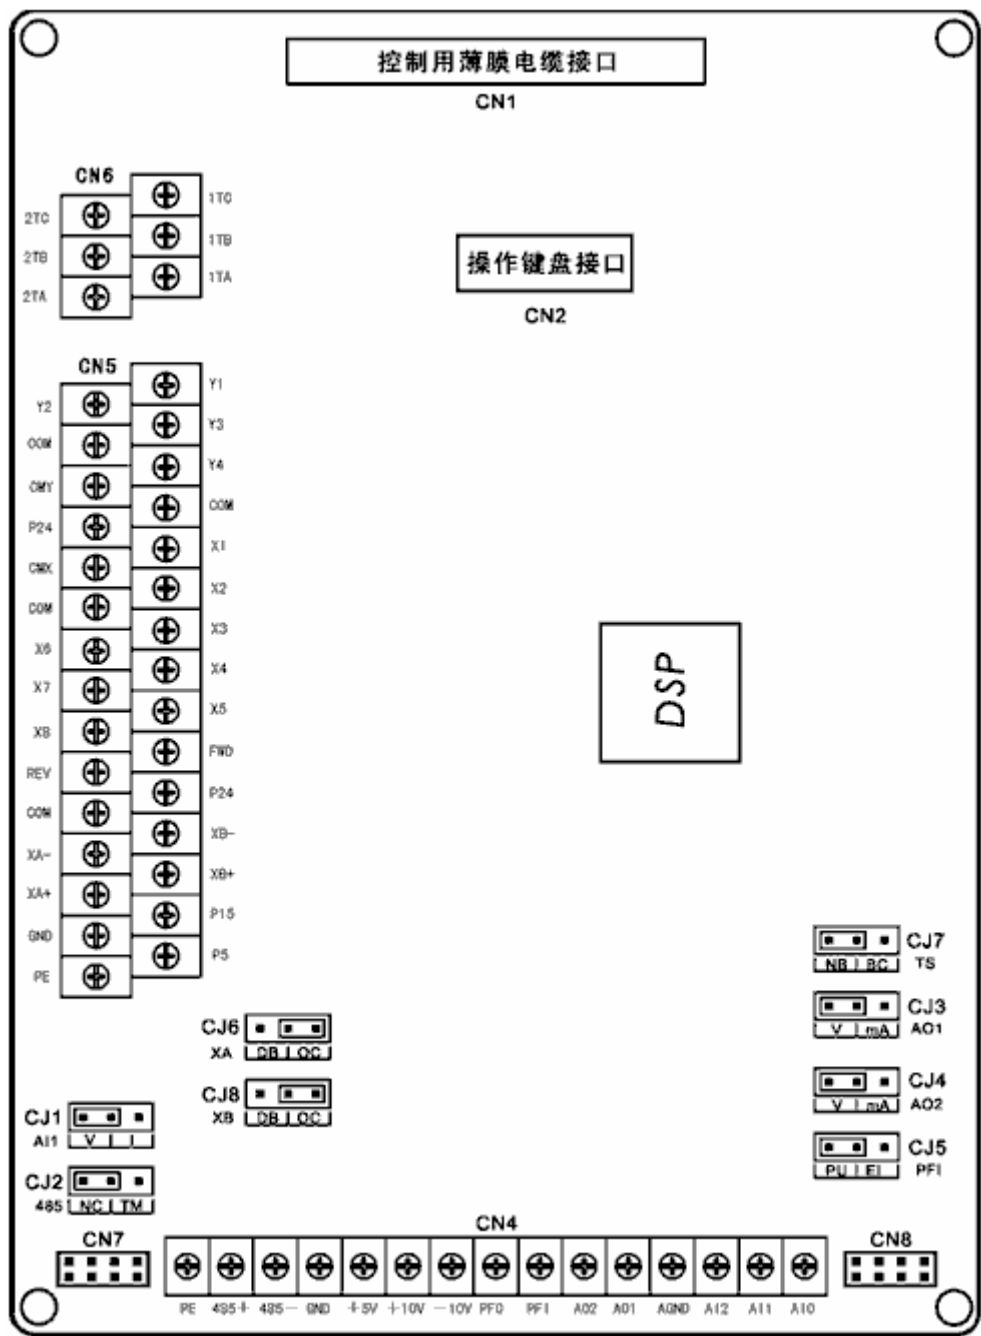

图3-19 控制板的端口及跳线配置示意图
变频器控制板上的端子CN4~CN8及跳线开关CJ1~CJ8的位置如图3-19所示。
1、控制板端子CN4（如图3-19所示）